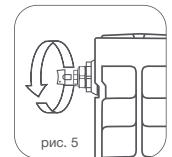

рис. 5
- Для удаления воздуха из радиатора в верхний коллектор обязательна установка крана крана Маевского" или автоматического воздухоотводчика. Для удаления воздуха через кран Маевского необходимо периодически (несколько раз в год) вручную стравливать его с помощью специального ключа (рис. 5).